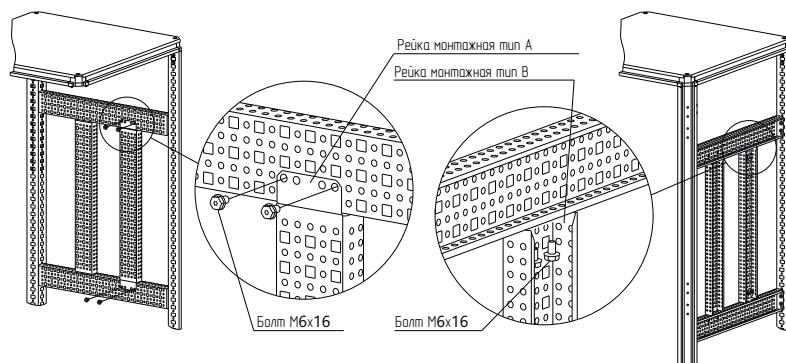

Рисунок 3
4.3.2 Закрепить рейку монтажную по вертикали самонарезающими болтами M6×16. Момент затяжки – 7 Н·м. Болты приобрести отдельно (рисунок 3).